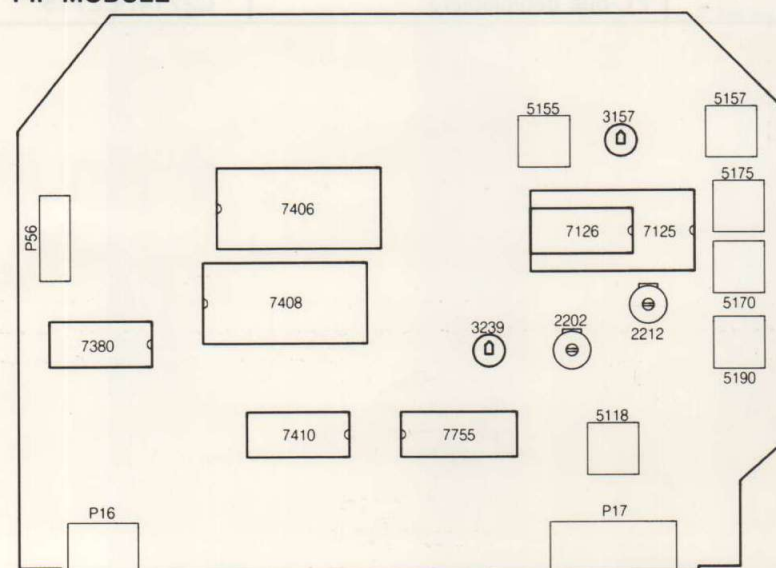

Fig. 7.4
3. Afregelingen op de PIP-module (Fig. 7.4)